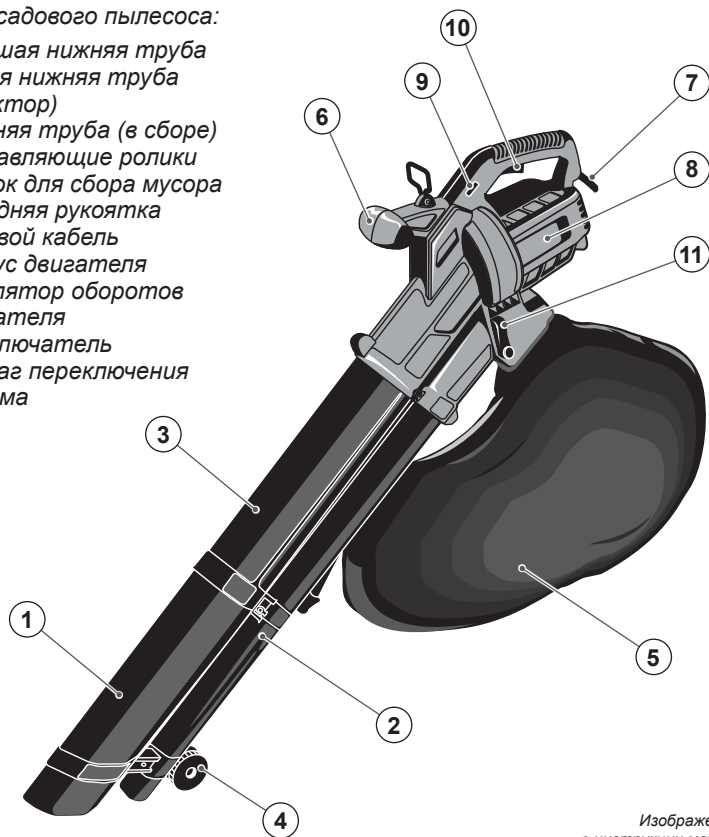

Рис. 2
Для удобства работы садовым пылесосом очень важно правильно отрегулировать наплечный ремень так, чтобы направляющие ролики (4) (рис. 2) пылесоса касались поверхности земли.
Скорость воздушного потока можно регулировать путем вращения механического регулятора (9) (*рис. 2*) в пределах 6 позиций. Нужное значение скорости будет отображаться в окошке. Скорость воздушного потока будет минимальной при отображении в окошке цифры 1, и максимальной, когда в окошке будет отображаться цифра 6 (*рис. 8*).
Чтобы включить садовый пылесос, подсоедините пылесос к соответствующему источнику электропитания и нажмите на выключатель (10) (*рис. 2*).
Чтобы отключить пылесос, отпустите выключатель (10) (*рис. 2*).